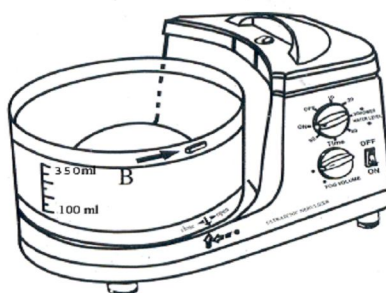

Рис.2 Открытие большой чашки
- 5) Поднять большую чашку распыления, поворачивая против часовой стрелки и совместить символ ↓ (внизу чашки) на уровень с отметкой ● (на корпусе ингалятора), затем поднять большую чашку распыления (см. рис. 2);